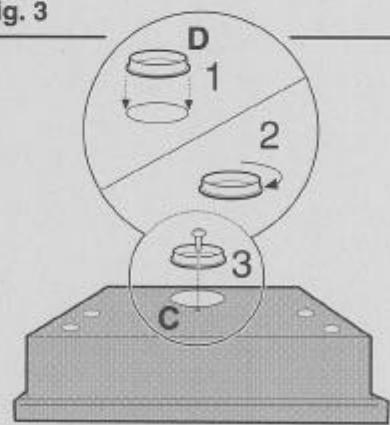

Fig. 5
Die verbrauchte Luft wird über ein Rohr nach Außen abgeleitet, welches mittels eines Abluftstutzens D an die Abzugsöffnung C anzuschließen ist. (Abb. 5)
- Die gereinigte Luft wird oberhalb des Hängeschrankes mittels eines durch den Hängeschrank verlegten Abluftschlauches abgeleitet; der Durchmesser dieses Abluftschlauches muß dem des Abluftstutzens D entsprechen. (Abb. 5)